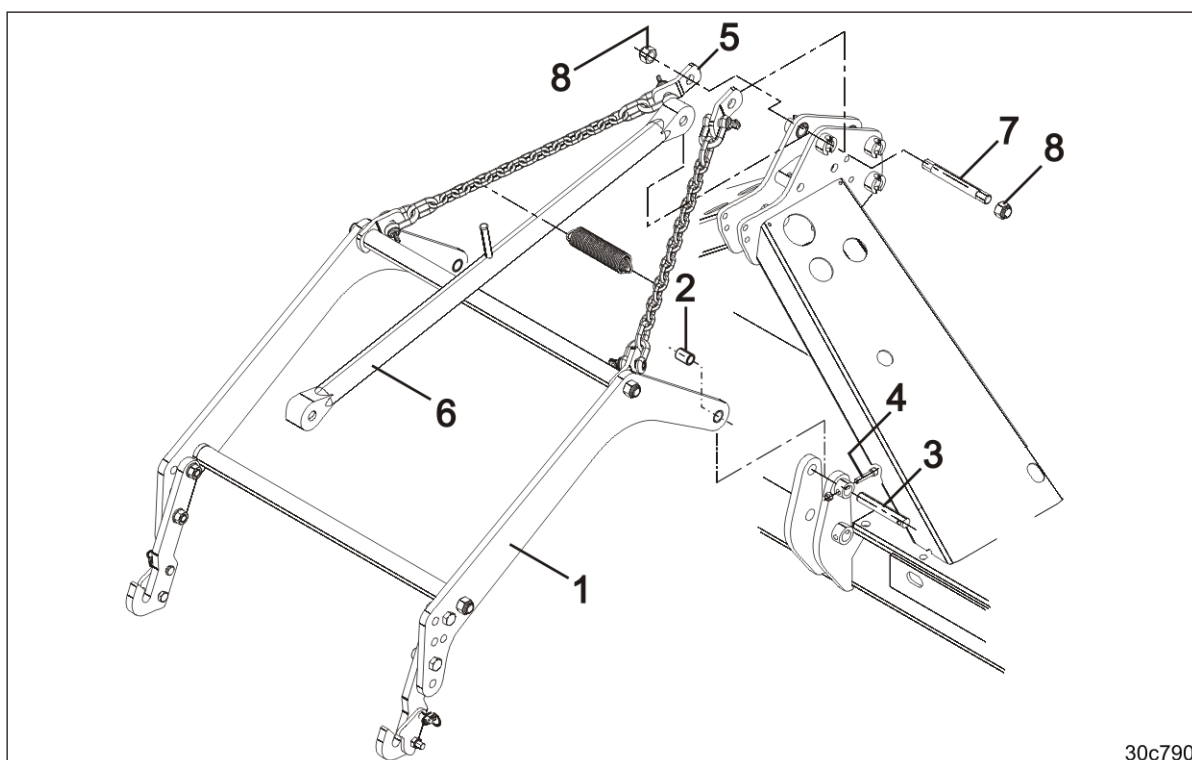

Fig. 79
1. Heng bærearmene til koplingen (Fig. 79/1) på en kran.
2. Fest bærearmene til koplingen sammen med to avstandshylser (Fig. 79/2) på jordbearbeidingsmaskinen ved hjelp av to bolter (Fig. 79/3).
3. Sikre boltene med skruer (Fig. 79/4) og muttere.
4. Fest kjedene (Fig. 79/5) sammen med den øvre koplingen (Fig. 79/6) på jordbearbeidingsmaskinen ved hjelp av en bolt (Fig. 79/7).
5. Fest bolten med to låsemutre (Fig. 79/8).